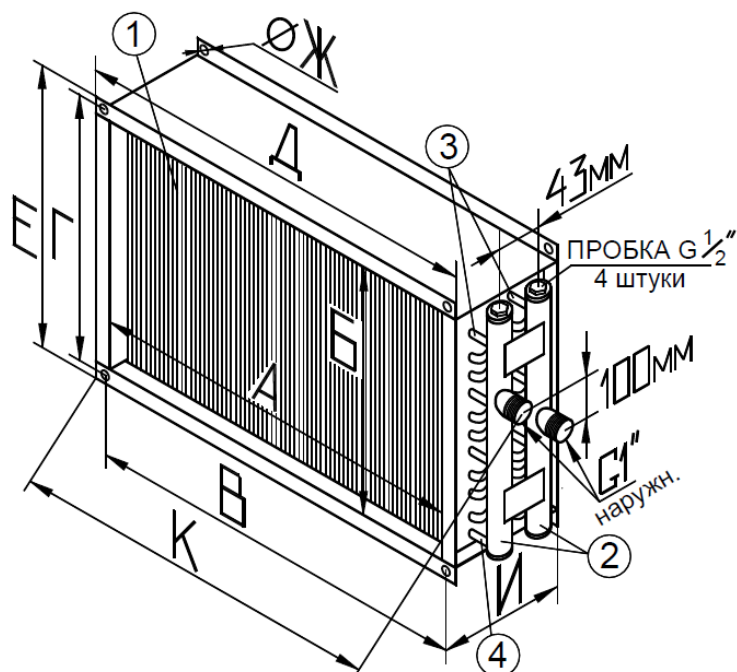

Рисунок 2.1 – Внешний вид воздухонагревателей
5.1.5. Соединение с системой вентиляции осуществляется путем присоединения фланцев воздухонагревателя через отверстия (ОЖ, рисунок 2.1) к ответным фланцам воздуховодов при помощи болтов (М8 – для типоразмеров с 30-15 по 80-50 и М10 – для типоразмеров 90-50 и 100-50) с гайками и шайбами “гровер” и скоб (в комплект поставки не входят). Стяжные скобы рекомендуется устанавливать на фланцы с длиной стороны более 40 см, с шагом 20-30 см. Места соединения фланцев необходимо герметизировать.
5.2.2. Стравливание воздуха из теплообменника можно производить установив вместо верхних резьбовых пробок в коллекторах (поз.2, рисунок 2.1) воздухоотводящие устройства (вентили). При необходимости достаточно установить вентили в один из коллекторов – в котором наиболее высоко расположена последняя отводная трубка (поз.3, рисунок 2.1).
последняя отводная трубка (поз.4, рисунок 2.1). При этом необходимо обеспечить сообщение с атмосферой входного коллектора теплообменника.
5.2.6. В случае замятия ламелей теплообменника (поз.1, рисунок 2.1) их необходимо выпрямить специальным инструментом – гребёнкой.